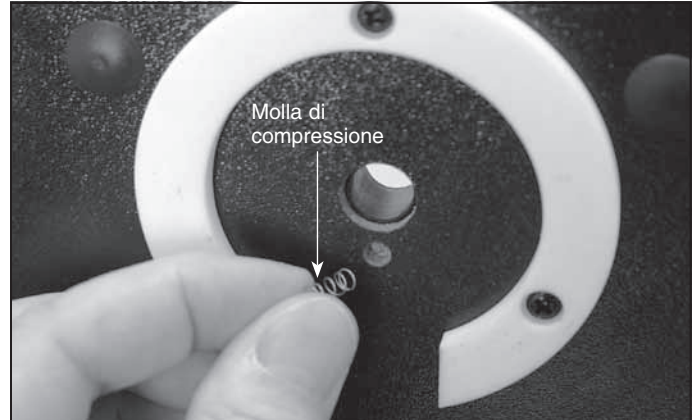

Figura 11. Inserire la molla di compressione nel piccolo foro appena sotto il foro più grande destinato al bullone dell'asse dell'altitudine.
14. Inserire la molla di compressione nel foro appena sotto il buco per il bullone dell'asse dell'altitudine sulla superficie interna del pannello laterale. La molla inserita fino in fondo sposterà dal foro di alcuni millimetri (**Figura 11**).